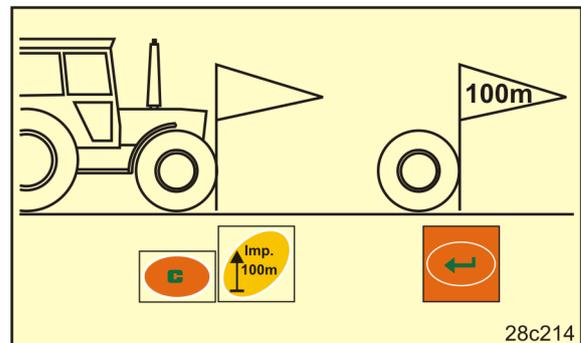

Fig. 19
2. Placer le tracteur sur le point de départ (Fig. 19) et passer le semoir en position de travail (interrompez éventuellement le dosage des semences).